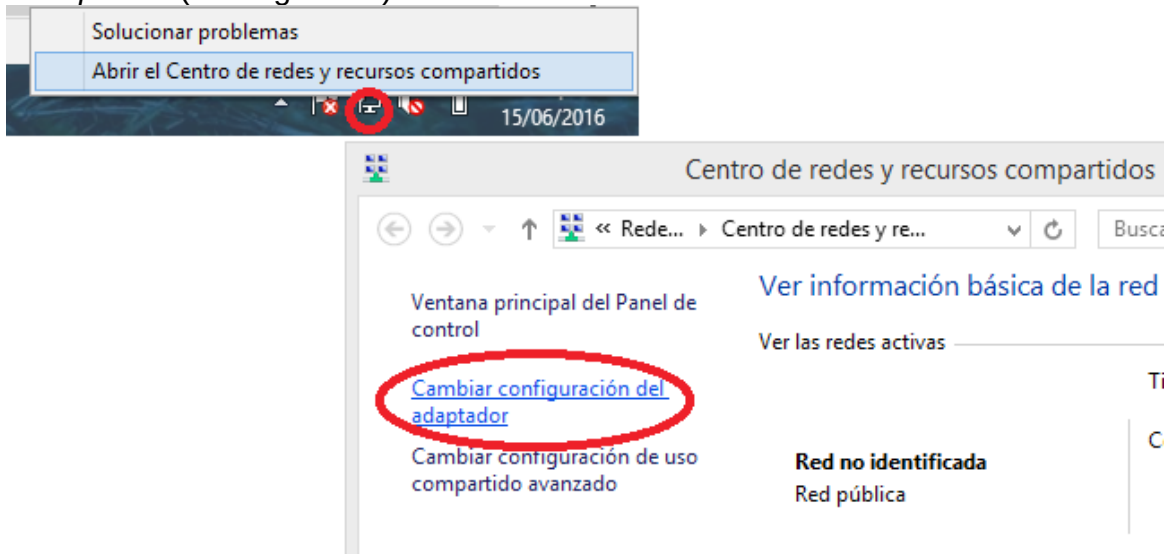

Figura 24. Cambiar configuración del adaptador de red.
26. De clic derecho en el ícono de *Red* de la barra de tareas y luego seleccione *Abrir el centro de redes y recursos compartidos* e *Ingrese a Cambiar configuración del adaptador* (Ver Figura 24).